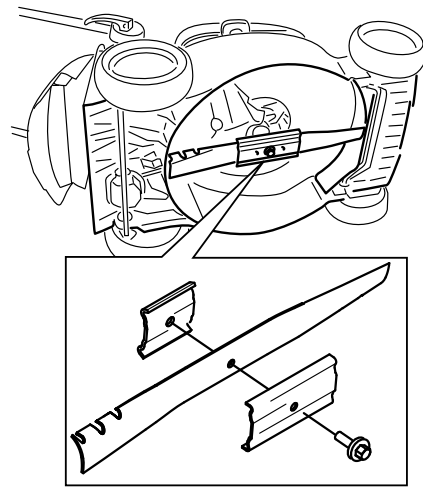

Figura 31
2. Coloque el cortacésped de lado con el filtro de aire hacia arriba (Figura 31).